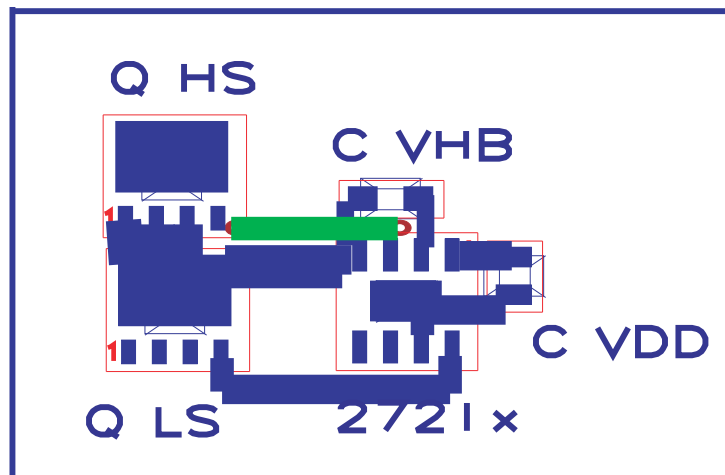

图 9-1. UCC27211 元件放置
- 将 $V_{DD}-V_{SS}$ 和 $V_{HB}-V_{HS}$ (自举) 电容器尽可能靠近器件放置 (请参阅图 9-1)。